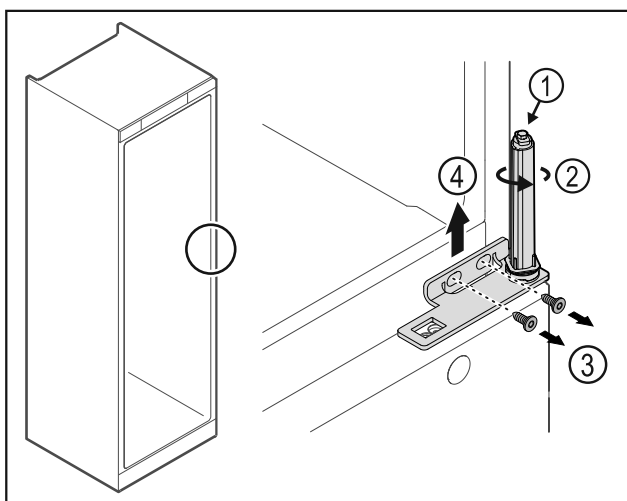

Fig. 26
- ▶ Не разглобявай те затварящата система на вратата Fig. 26 (1).
- ▶ Въртете затварящата система Fig. 26 (2), докато тя щракне.
- ▶ Разхлабете винтовете Fig. 26 (3), свалете ъгъла на пантата нагоре Fig. 26 (4).